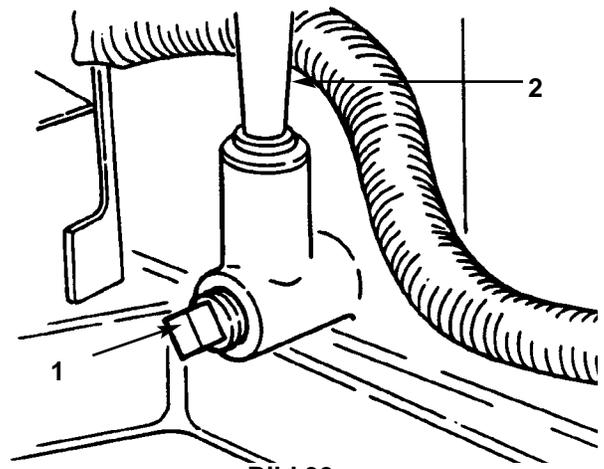

Bild 33
4. Eine Ölwanne unter Ölmeßstab/Füllrohr stellen und die Ablassschraube entfernen (Bild 33).
7. Langsam ca. 80% der angegebenen Ölmenge in das Füllrohr einfüllen (Bild 33). Jetzt den Ölstand messen; siehe *Kontrolle des Ölstands*.